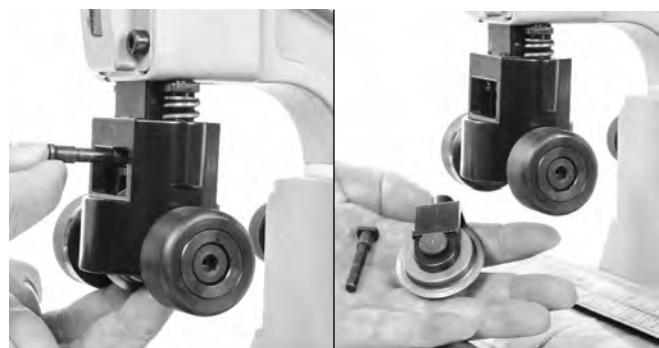

Figura 14 – Extracción del sujetador de la rueda de corte
1. Al extraer el pasador de unión, el sujetador de la rueda de corte se desprende (Figura 14).